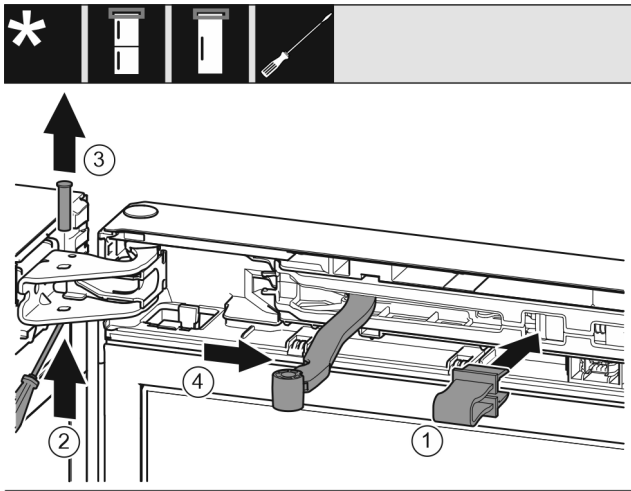

Fig. 11
- Sicherung Fig. 11 (1) in Öffnung einrasten.
- Bolzen Fig. 11 (2) herausschieben.
- Bolzen Fig. 11 (3) nach oben herausnehmen.
- Gelenk Fig. 11 (4) in Richtung Tür drehen.